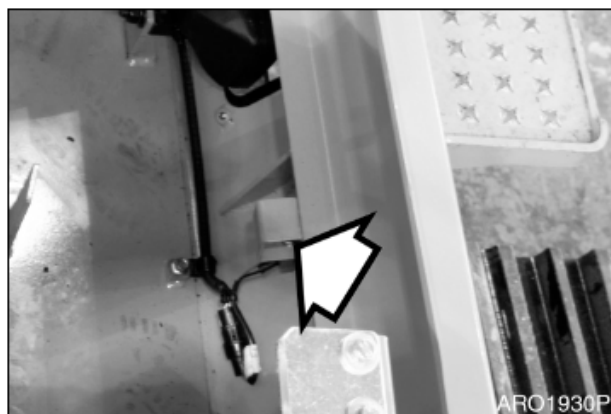

Рис. 86
3. Поверните переключатель топливного насоса (рис. 86) внутрь корпуса батареи с передней стороны во включенное положение (ON).